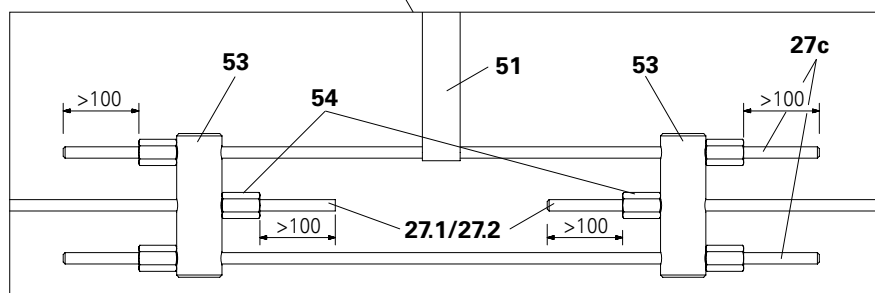

Fig. A7.05a
- Kontrollér at den gennemstikkende ankerstavs (**27b**) mål er > 100 mm 6x i hanebåndssættet. (Fig. A7.05a)